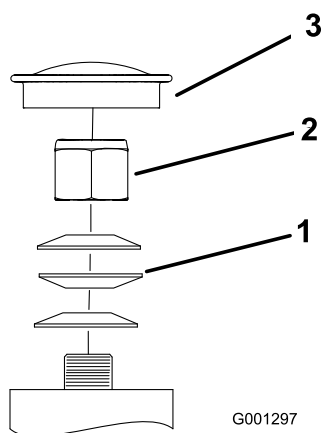

Figura 59
3. Retire el tapón anti-polvo de la rueda giratoria y apriete la contratuerca (Figura 59).
4. Apriete la contratuerca hasta que las arandelas de muelle estén planas, luego afloje 1/4 de vuelta para establecer la pre-carga correcta de los cojinetes (Figura 59).
Importante: Asegúrese de que las arandelas de muelle están correctamente instaladas, según se muestra en Figura 59.
5. Coloque el tapón anti-polvo (Figura 59).